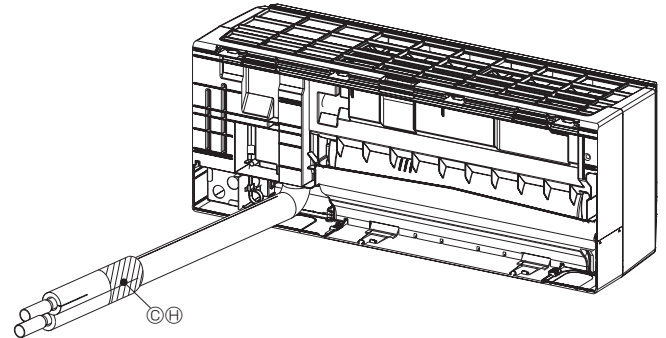

Fig. 3-12
- (4) Coloque los materiales de aislamiento Ⓗ en las partes cortadas Ⓒ de las cubiertas de la tubería para aislarlas. (Fig. 3-12, 3-13)